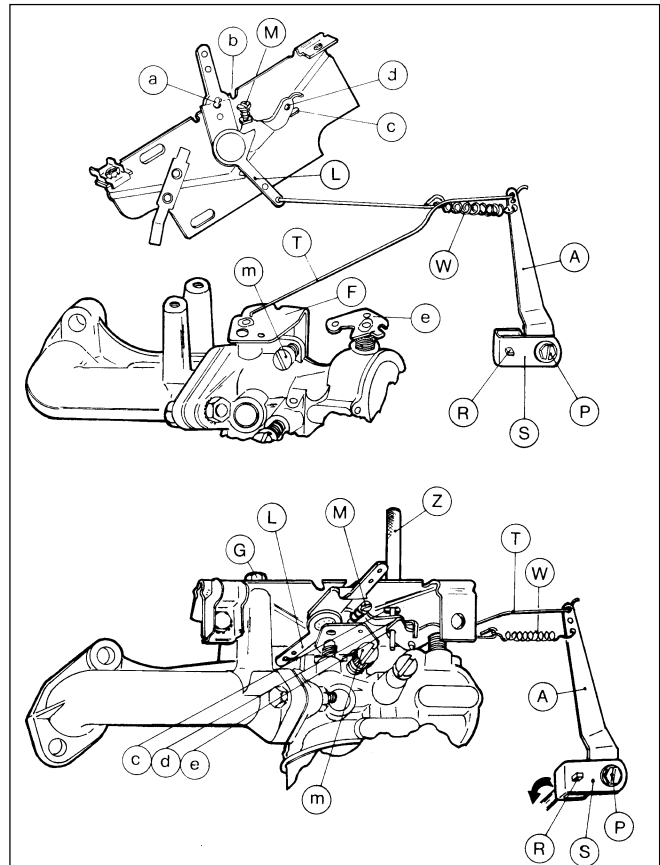
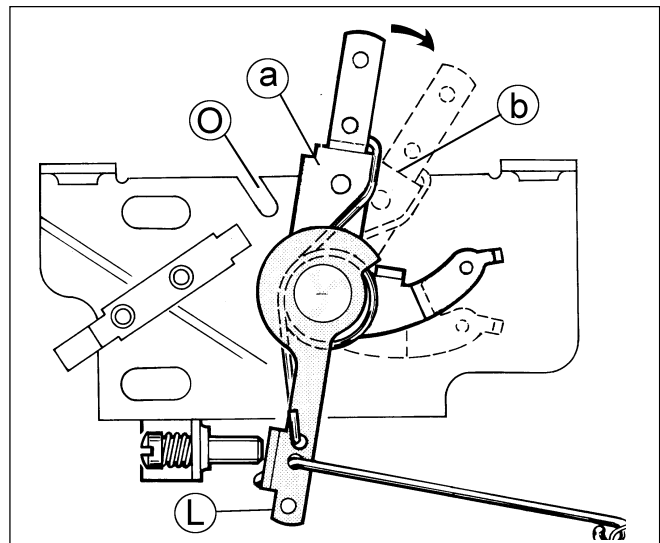
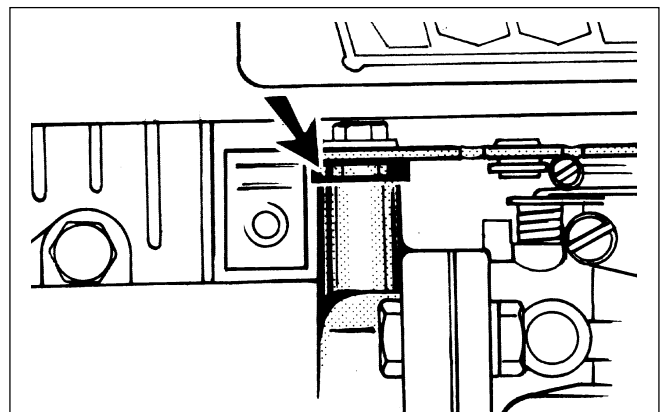

Fig. 15
Fig. 16
Fig. 17
Le tirant "T" relie rigidement le levier "A" à l'arbre du papillon principal "F" (voir Fig. 15).
Lorsque le moteur fonctionne, l'axe régulateur "R" tourne dans le sens des aiguilles d'une montre, le ressort "W" qui peut avoir différentes tensions en fonction de la position du levier "L", en contrôlant la charge appliquée au papillon détermine le régime du moteur. Avec le trou "a" du levier "L" au niveau du repère "b" de la plaque commande (Fig. 16) on obtient la position de régime maximum et en réglant le levier "L" de façon à avoir le trou "a" au niveau du repère "o" de la plaque de commande on obtient la position de vitesse minimum.
**NOTA** - La plaquette de commande du carburateur a changé, voir la Fig. 16. La nouvelle plaquette de commande régulateur est totalement interchangeable. Au cas où la plaquette de commande toucherait la tringlerie du carburateur, monter 2 rondelles sous les vis de fixation (voir Fig. 17).
Accrocher le ressort "W" dans l'orifice du levier "A" qui correspond AU grand Régime demandé. Le réglage final peut ensuite être fait avec la vis "M" (voir Fig. 15) ou la vis (c) (voir Fig. 16).
Le régime ralenti peut être réglée à l'aide de la vis "m" (Fig. 15) sur le carburateur. Ce régime est de 2000 t/mn.